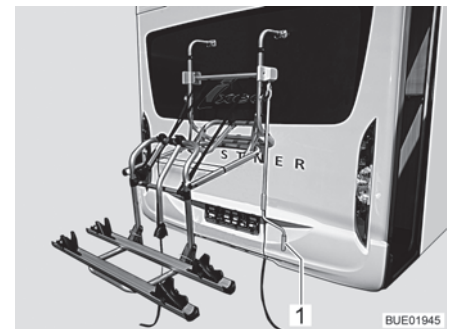

Fig. 3 Portabiciclette, abbassato
- Attaccare la manovella (Fig. 3,1) al portabiciclette e abbassare il portabiciclette all'altezza utile.